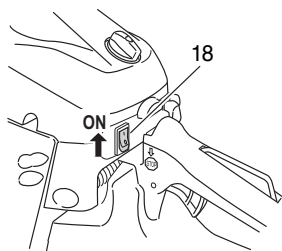

Fig. 13
1. Placez le commutateur de marche/arrêt (18) en position "marche" (ON). (Fig. 13)